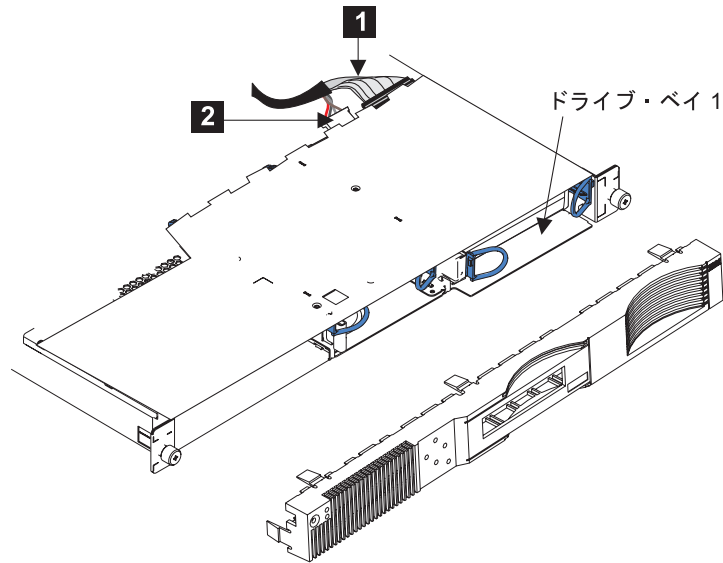

図 85. SAN ボリューム・コントローラー 2145-4F2 ディスク・ドライブ・ケーブルの交換
1. SCSI シグナル・コネクタ **1** と電源コネクタ **2** をディスク・ドライブの背面に接続し、ケーブルを交換します。291 ページの図 85 を参照してください。